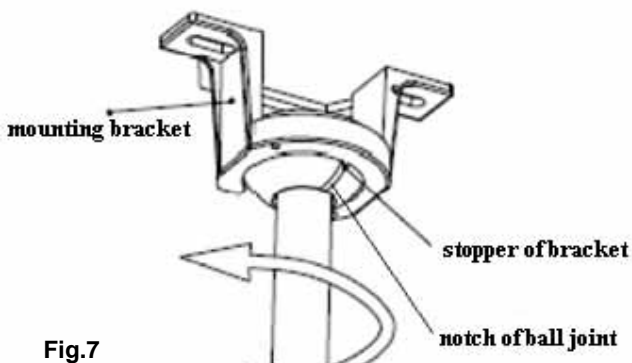

Fig.7
1. Sollevare il corpo del ventilatore alla staffa di montaggio. Fig.7